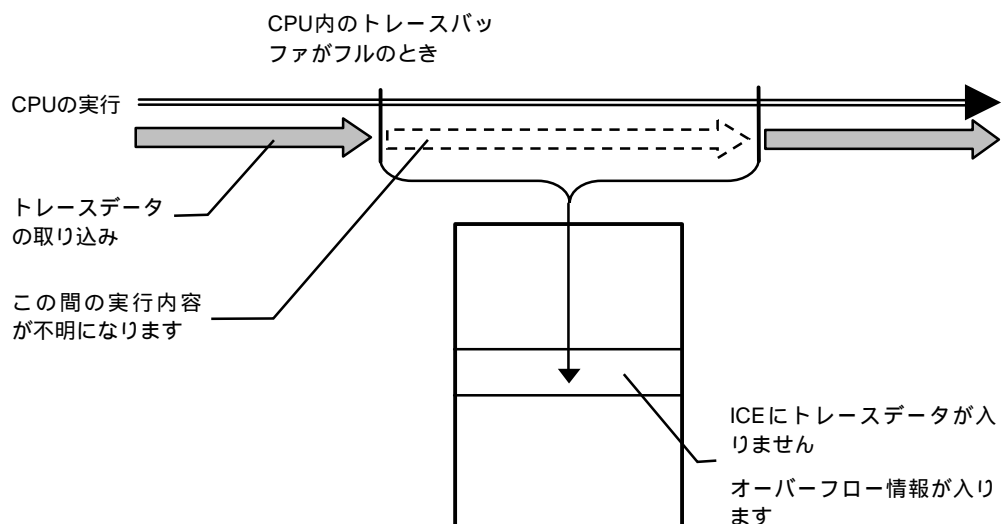

図 11 通常モード
**通常モード**は、リアルタイムに実行内容をトレースするモードです。そのため、CPU内のトレースバッファがフルになった場合、トレースデータの取りこぼしが発生することがあります(図 11)。